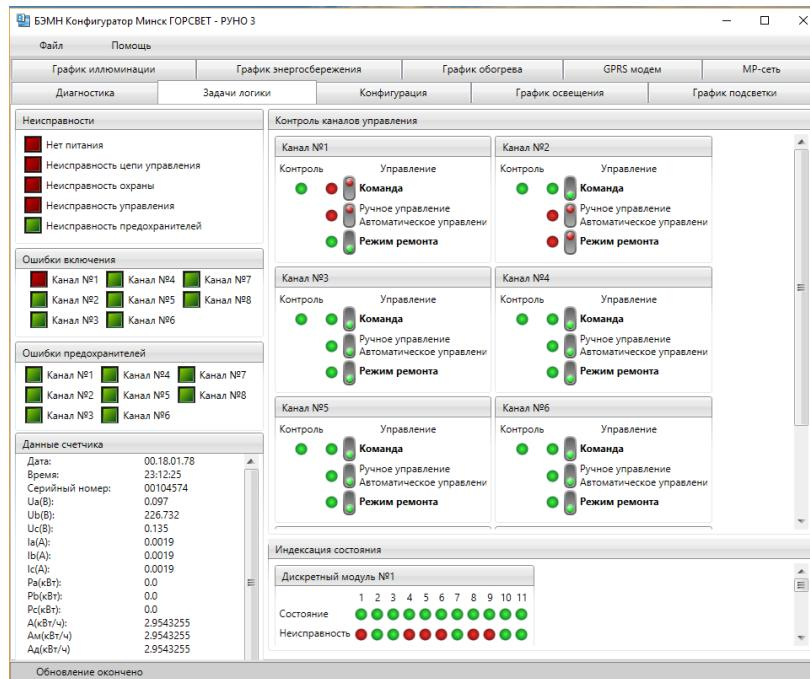

Рисунок 5.7 – Окно «Задачи логики» в БЭМН конфигураторе РУНО 3
5.3 В вкладке «ЗАДАЧИ ЛОГИКИ» рассматривается работа логики РУНО 3 по заданной конфигурации устройства (рисунок 5.7). Данное окно вкладки также поделено на области:
в) **«Контроль каналов управления»**. Зеленый цвет индикатора и нижнее положение тумблера означает выключенное состояние (или работа в автоматическом режиме управлении (по графику)). На примере выше (рисунок 5.7) управление каналом №1 находится в ручном режиме и подана команда на включение реле, а «Режим ремонта» отключен. Индикатор «Контроль» горит красным, если на дискретный вход контроля цепи управления приходит сигнал (напряжение), зеленым – если не приходит (при этом отображается неисправность цепи управления в области «Неисправности»).